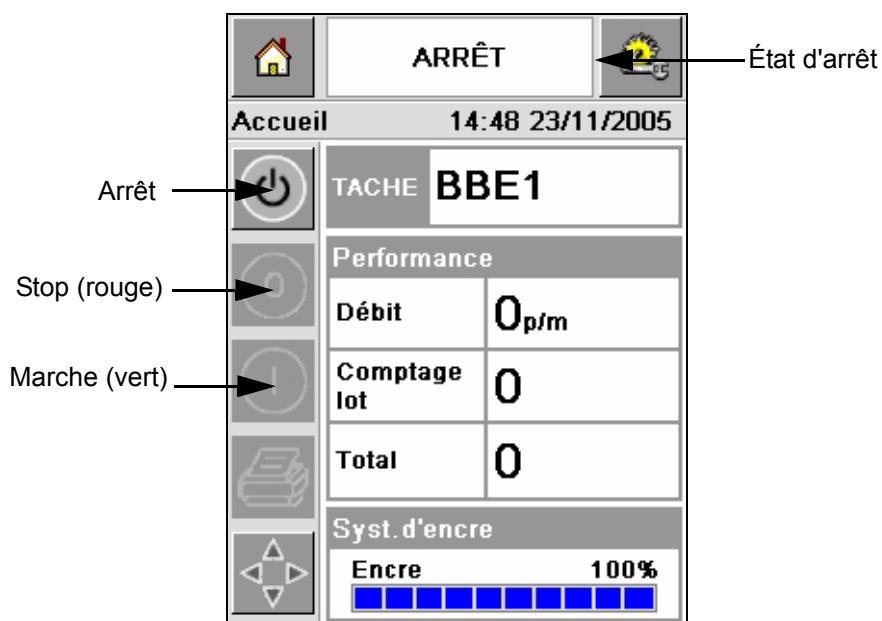

Figure 4-3 : Page d'accueil
- 3 Une fois les vérifications d'autodiagnostic terminées, la *page d'accueil* de CLARiTY[®] s'affiche (consultez la Figure 4-3).
- 5 Pendant l'état ARRÊT les touches *Stop (rouge)* et *Marche (vert)* (Figure 4-3) sont désactivées (en gris).